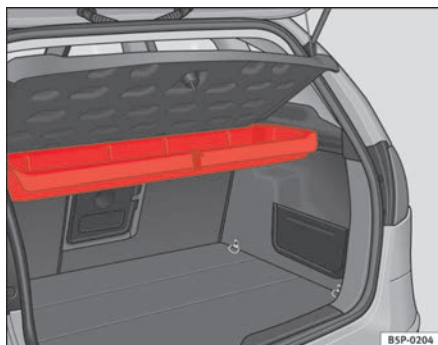
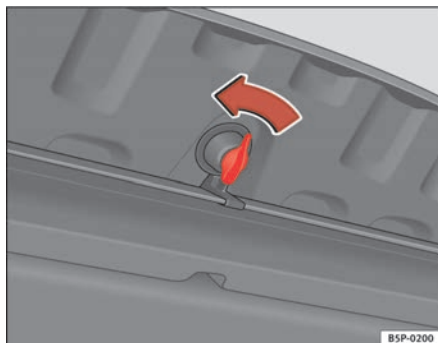

Fig. 122 Alloggiamento per il triangolo catarifrangente sotto il pianale posteriore
Fig. 123 Apertura del cassetto portaoggetti
Il triangolo catarifrangente* si trova in un cassetto portaoggetti sotto il pianale posteriore ⇒ fig. 122. Per aprire questo cassetto portaoggetti, girare il fermo di 90° ⇒ fig. 123.
- Aprire il cassetto portaoggetti, girando il fermo di 90° ⇒ pag. 151, fig. 123.